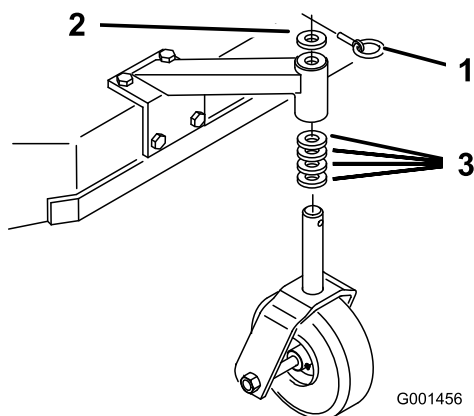

Рисунок 17
- Используя «Таблицу высоты скашивания», отрегулируйте количество проставок поворотных колес, чтобы их высота соответствовала выбранным отверстиям для оси (Рисунок 17).
- Снимите стопорный штифт, сдвиньте поворотное колесо с опоры и измените количество проставок (Рисунок 17).
- Установите поворотное колесо в опору и вставьте стопорный штифт (Рисунок 17).